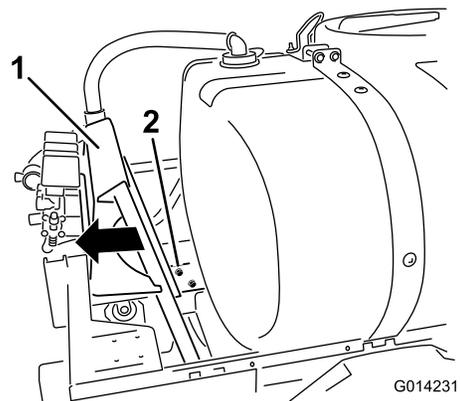

図 6
1. バルブ取り付けレールをフレームに固定しているボルトをゆるめる (図 6)。